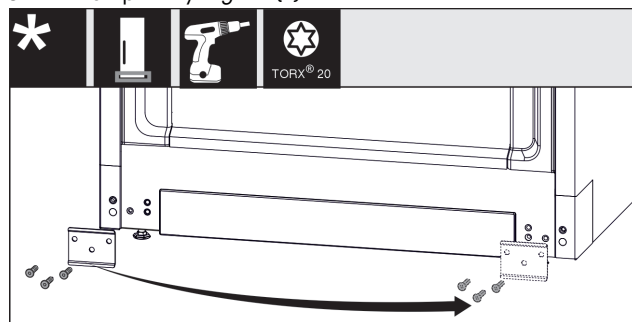

Fig. 15
- ▶ Открутите пластину Fig. 15 (1), переставьте на другую сторону и снова прикрутите.